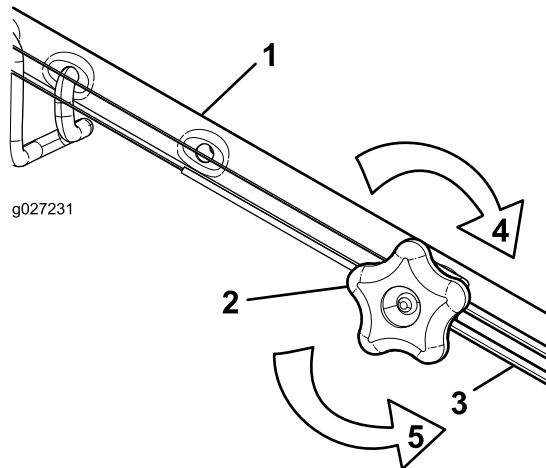

Figura 28
1. Gire el pomo de ajuste en sentido antihorario para aflojar el cable (Figura 28).
2. Ajuste la tensión del cable (Figura 28) tirando del mismo hacia atrás o empujándolo hacia adelante, y sujételo en esa posición.